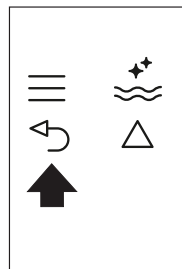

Fig. 25
- ▶ Premere due volte l'icona  (B6) (Fig. 25) per uscire dal menù.